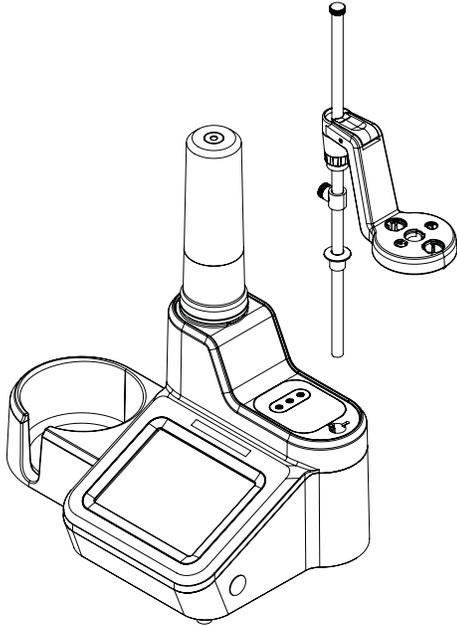

Figura 2. Fissaggio torretta porta-elettrodi
1. Installare la torretta porta-elettrodi inserendola nel buco sulla parte superiore del titolatore e allineare le aperture sulla torretta con le marcature sul porta-elettrodi. Fare riferimento a **Figura 2**.